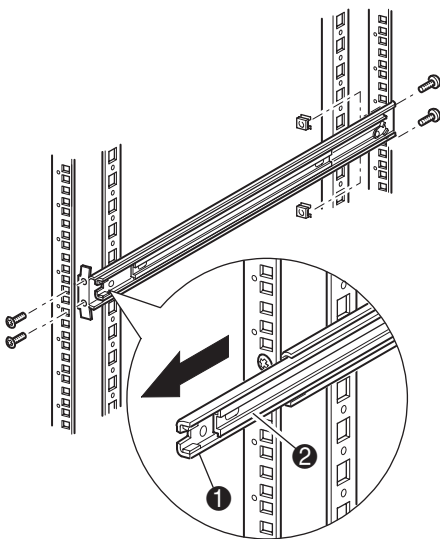

Figura 2-3. Installazione delle guide
2. Rimuovere la mascherina e fissare le guide utilizzando i dispositivi di fissaggio in dotazione (vedere la Figura 2-3). Le staffe delle guide anteriori sono filettate in maniera tale da accogliere direttamente le viti in posizione corretta. Le staffe posteriori non sono filettate e richiedono l'inserimento di dadi nelle guide verticali della parte posteriore del cabinet.